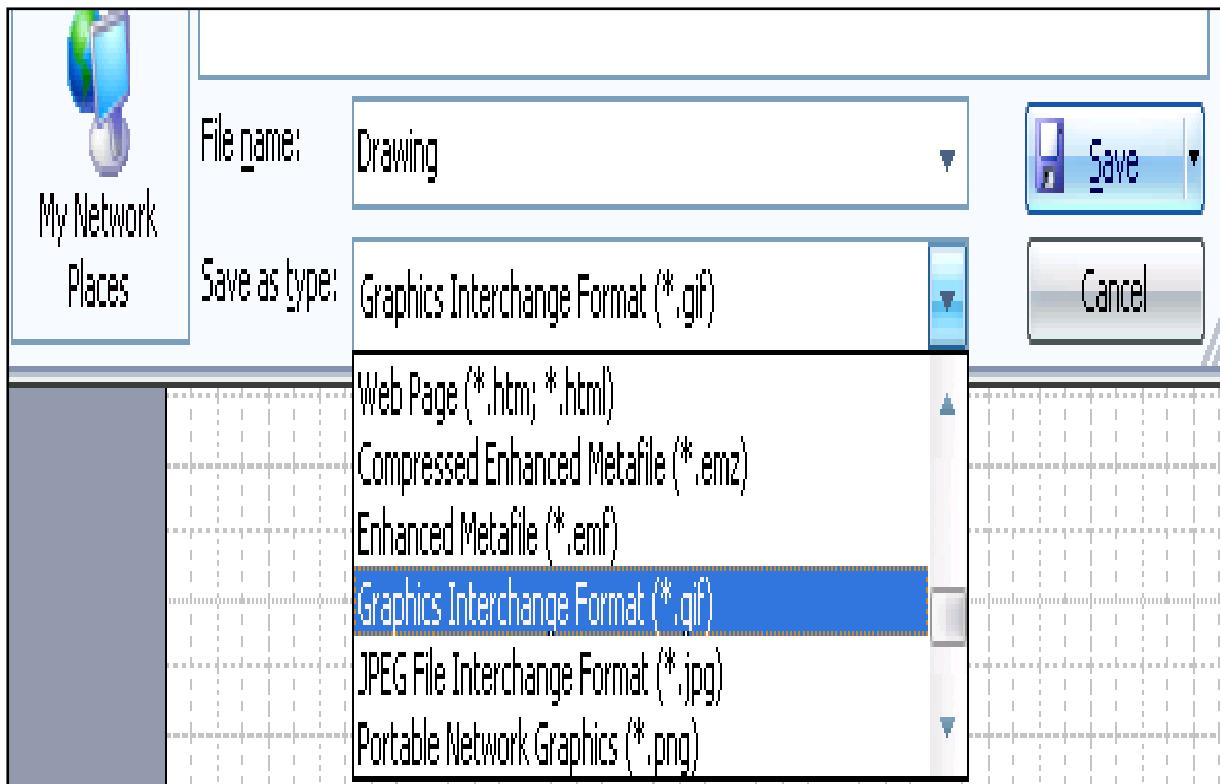

Рис. 63. Выбор форматов файлов
2) в формате *.gif - в диалоговом окне «Сохранение» в поле “Save as type:” выбрать тип файла Graphics Interchange Format (*.gif), рисунок 63: